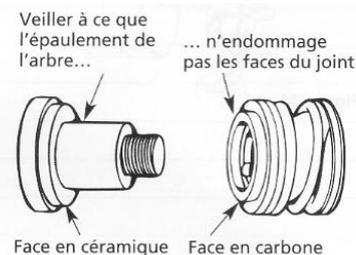

Figure 10- Ne pas endommager le joint sur l'épaulement de l'arbre
**IMPORTANT:** Etre sûr que ne vous faites pas l'encoche ou le visage de cachet d'égratignure en lui ne pas mentionnant la fin d'axe fileté et l'épaule d'arbre (voit la Figure 10). La surface de carbone doit rester vie de cachet propre ou courte que la résultera.